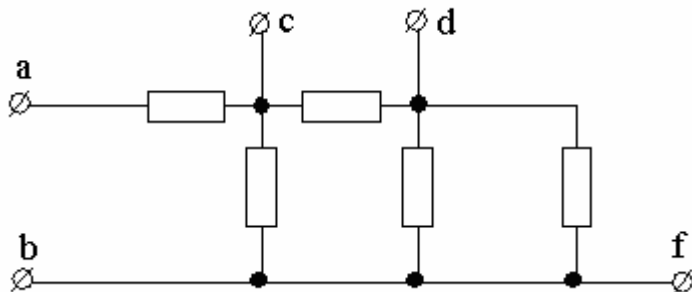

Рис. 32
1. Для цепи (рис. 32) найти эквивалентное сопротивление между зажимами а и b, с и d, d и f, если $z_1=6 \text{ Ом}$; $z_2=5 \text{ Ом}$; $z_3=15 \text{ Ом}$; $z_4=30 \text{ Ом}$; $z_5=6 \text{ Ом}$.